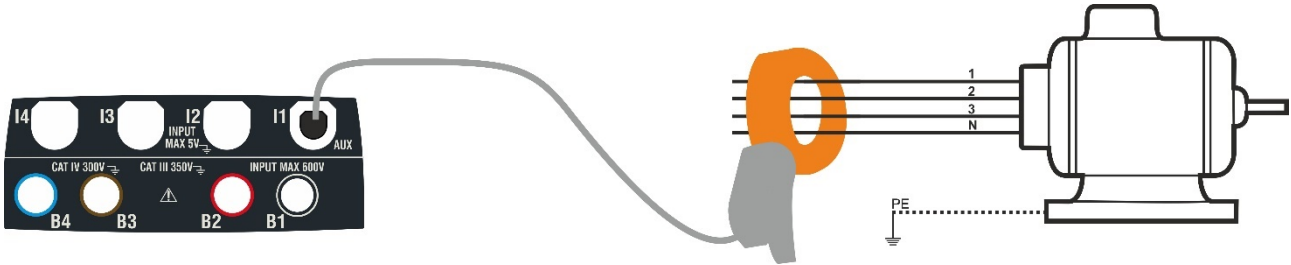

Abb. 6: Indirekte Messung eines Leckstroms in einer dreiphasigen Installation
5. Zur indirekten Messung des Leckstroms schließen Sie die externe Stromzange entsprechend Abb. 6 an. Zur direkten Messung des Leckstroms schließen Sie die externe Stromzange entsprechend Abb. 7 an und trennen Sie alle möglicherweise vorhandenen zusätzlichen Erdungen, welche die Testergebnisse beeinflussen können.